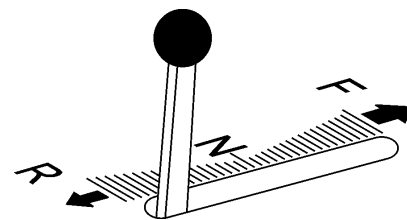

Figura 41. Leva di innesto/disinnesto della trasmissione (posizione in retromarcia)
- Quando si richiedono movimenti in retromarcia, spostare la **leva di spostamento** verso la posizione **IN RETROMARCIA** (figura 41). Posizionando la leva di spostamento completamente all'indietro, la sega si sposta in retromarcia a massima velocità.